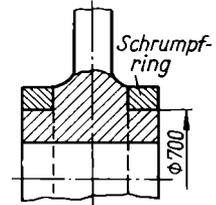

Bild 22
40. Die beiden Nabenhälften eines geteilten Schwungrades sollen durch zwei Schrupfringe aus St 60 ($E = 2200000 \text{ kpm/cm}^2$) nach Bild 22 verbunden werden. Nabendurchmesser an der Auflagefläche der Ringe 700 mm. Die Ringe werden bei der Herstellung auf 699,7 mm Innendmr. ausgebohrt, dann erwärmt, so daß sie sich ausdehnen und auf die Nabe aufgebracht werden können. Beim Erkalten drücken die Ringe die Nabenhälften mit großer Kraft zusammen. Welche Spannung tritt dann in den erkalteten Ringen auf?